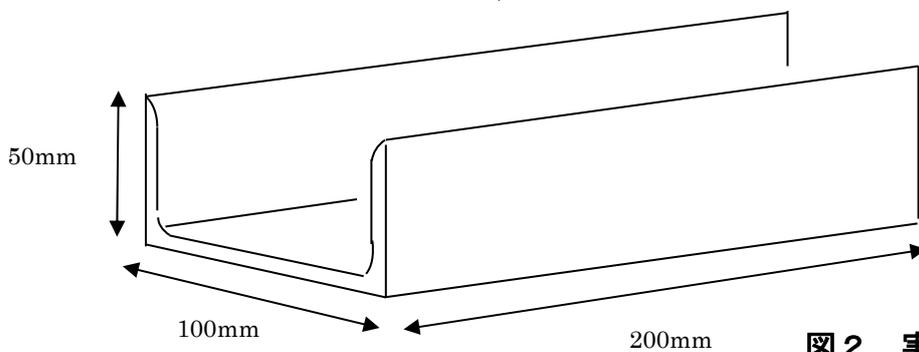

図 2 実技材台の形状
(6) 溶接による変形は、逆ひずみ法によって防ぐものとする。
(7) エンドタブは使用禁止とする。又、捨て金を使用して連続溶接を行ってはならない。
(8) 実技材台は、主催者が準備したものをを使用すること(P3の図2を参照)。
(9) 練習材は、作業台に準備されている実技材台を使用し、練習を行ってもよい。
(10) 溶接は、タック溶接(仮付)部を除いて片面溶接とし、裏面から溶接をしてはならない。
(11) 溶接方向は、左進、右進又はそれらの混用のいずれでもよい。ただし、1パス中の混用は認めない。
- (12) 溶接層数及びパス数は自由とする。
- (13) 溶接中及び溶接後において、変形の矯正は禁止する。
- (14) たがねは、スラグやスパッタを取るために使用するのはいいが、溶接金属をはつき取る目的で使用してはならない。